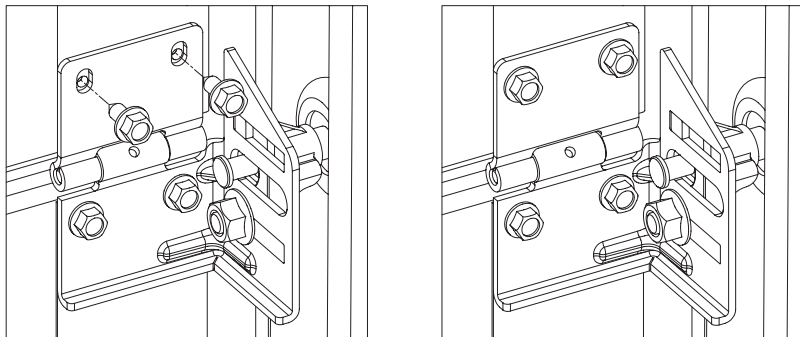

Рис. 14.1
- 3) двумя самонарезающими винтами 6,3х16 закрепить ко второй секции верхнюю полупетлю боковой петли, установленной на нижней секции (рис.14.1). Секции должны быть строго вертикальны;